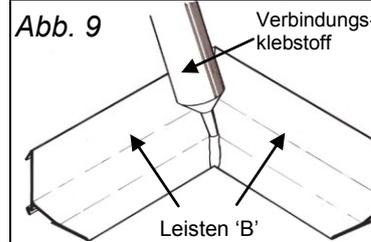

Abb. 9
- Versiegeln Sie die Eckverbindung(en) der Leiste 'B' mit dem Verbindungsklebstoff in der kleinen Tube, indem Sie wie in **Abb. 9** eine saubere, großzügige Menge des Klebstoffes auf der Verbindung entlang auftragen. **Anmerkung:** Der Klebstoff schrumpft bzw. zieht sich während des Trocknungsvorgangs zusammen.
12. Versiegeln Sie die Eckverbindung(en) der Leiste 'B' mit dem Verbindungsklebstoff in der kleinen Tube, indem Sie wie in **Abb. 9** eine saubere, großzügige Menge des Klebstoffes auf der Verbindung entlang auftragen. **Anmerkung:** Der Klebstoff schrumpft bzw. zieht sich während des Trocknungsvorgangs zusammen.